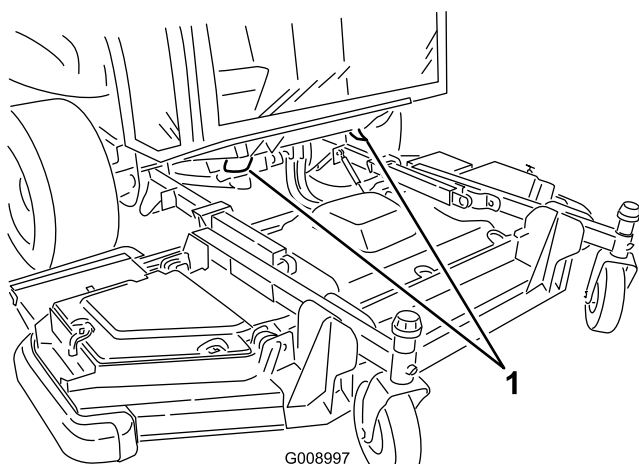

**Figure 38**
1. Point de levage avant (2)
- Au centre du pont arrière à l'arrière de la machine (Figure 38).